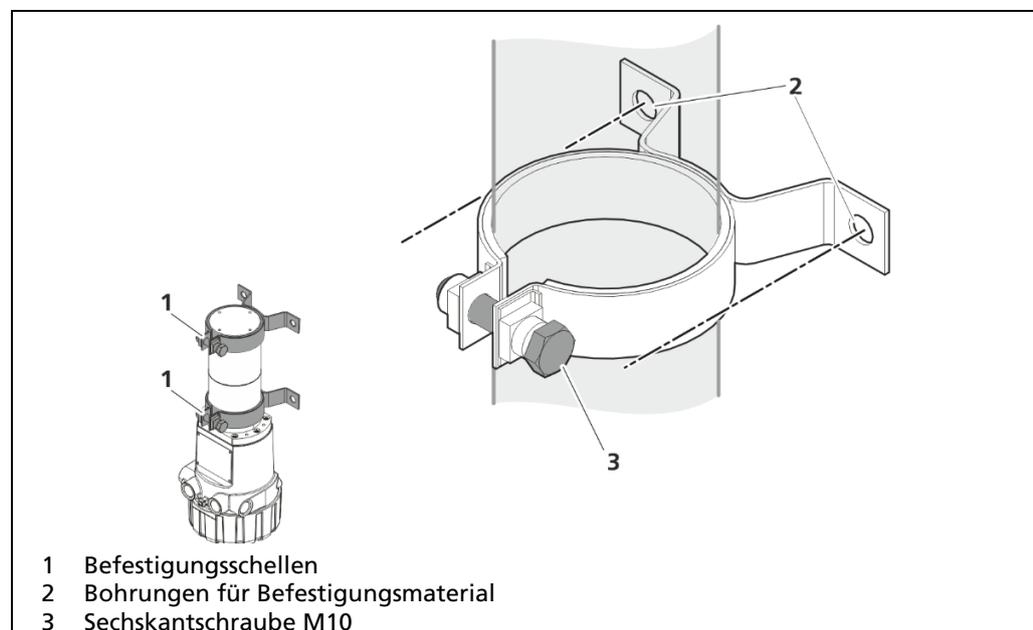

Abb. 6 Befestigungsschellen Typ 1
Zur Befestigung der Detektoren werden Befestigungsschellen (Abb. 6, Pos.1) verwendet. Diese Schellen werden an vom Betreiber bauseitig vorzusehenden Montagesockeln, Traversen o.ä. befestigt (Abb. 6, Pos.2). Optional ist eine robuste Edelstahlhalterung für Detektoren mit und ohne Wasserkühlung erhältlich. Weitere Details sind im Dokument Technische Information \(69691TI1\) ersichtlich. Diese Befestigungsschellen passen für Punkt- und Stabdeteektoren.
1. Lösen Sie die Sechskantschraube (Abb. 6, Pos.3) an der Befestigungsschelle.
3. Ziehen Sie die Sechskantschraube (Abb. 6, Pos.3) wieder so fest an, dass der Detektor nicht verrutschen kann.